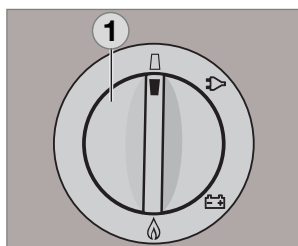

Fig. 40
- Per i modelli con accensione a batteria, mettere il selezionatore di alimentazione (1) sulla posizione di "spento". L'apparecchio è spento (Fig. 40).
- I modelli MES e AES si spongono con il tasto (2). Tenere premuto il tasto (2) per 3 secondi.